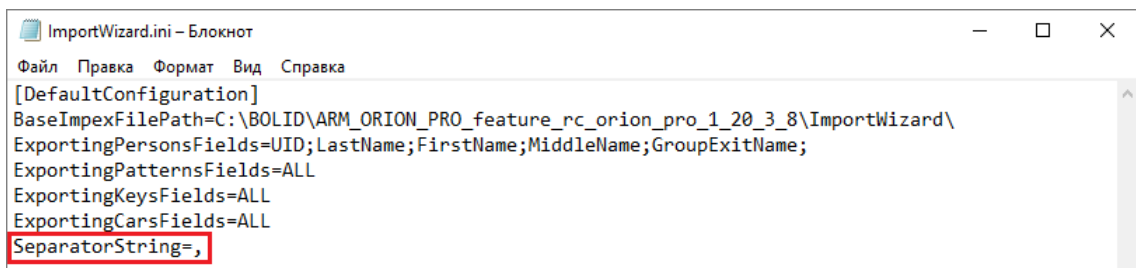

Рисунок 15-57 Изменение разделителя Мастера ИЭП на запятую
- 3) Исправить символ-разделитель на запятую в соответствующей секции «SeparatorString» файла ImportWizard.ini (см. Рисунок 15-57);